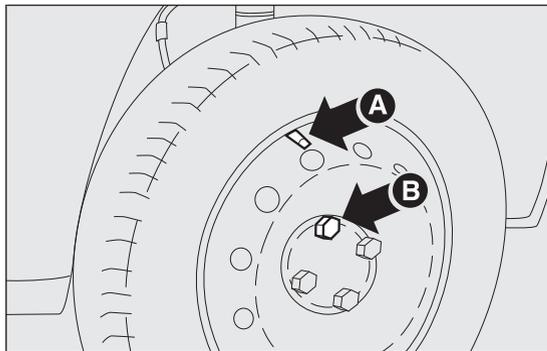

fig. 124
- para los vehículos con llantas de aleación, montar la rueda normal apretando el primer tornillo B fig. 124 con 2 vueltas en el orificio más cercano a la válvula de inflado A;